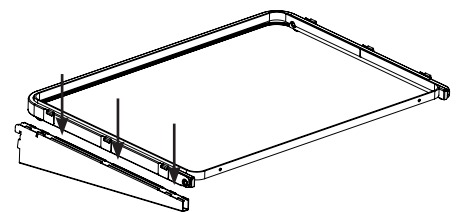

Figure 2
**ÉTAPE 4:** Installez le cadre en introduisant les six taquets de la tablette dans les insertions sur les supports à tablette (**Figure 2**).